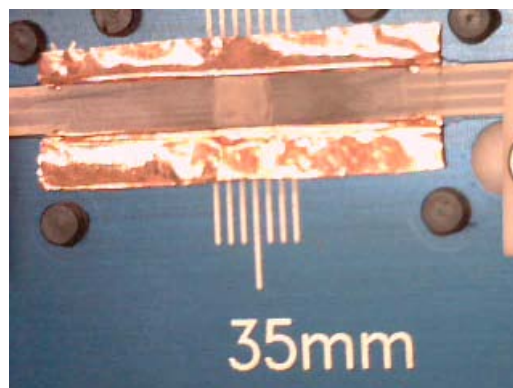

Figura3. Muestra pegada sobre el stick. La hoja del fondo es la lámina de cobre con la que se recubre la zona calefactada.
La muestra se pega al stick con un cemento (ver Figura3) por lo que es recomendable que tenga una superficie plana para mejorar el contacto térmico. Una vez pegada la muestra se envuelve con una hoja de cobre que retiene el calor y reduce el gradiente térmico entre la muestra y el stick.
- iv) Antes de que comience a secarse el cemento, colocar la muestra encima de él y presionar con un palillo para que haga buen contacto la muestra con el heater; debe quedar un bordecito de cemento alrededor de la muestra. Cubrir con cemento la muestra (ver Figura3). Anotar la posición de la muestra u offset (debe ser entre 33 y 37 mm).